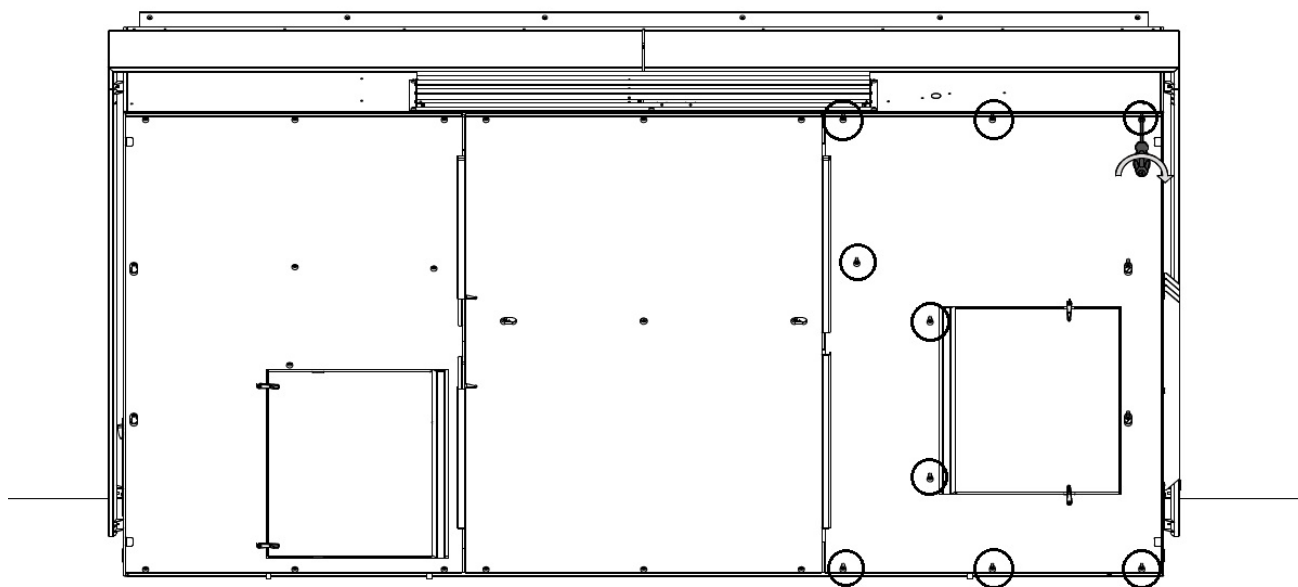
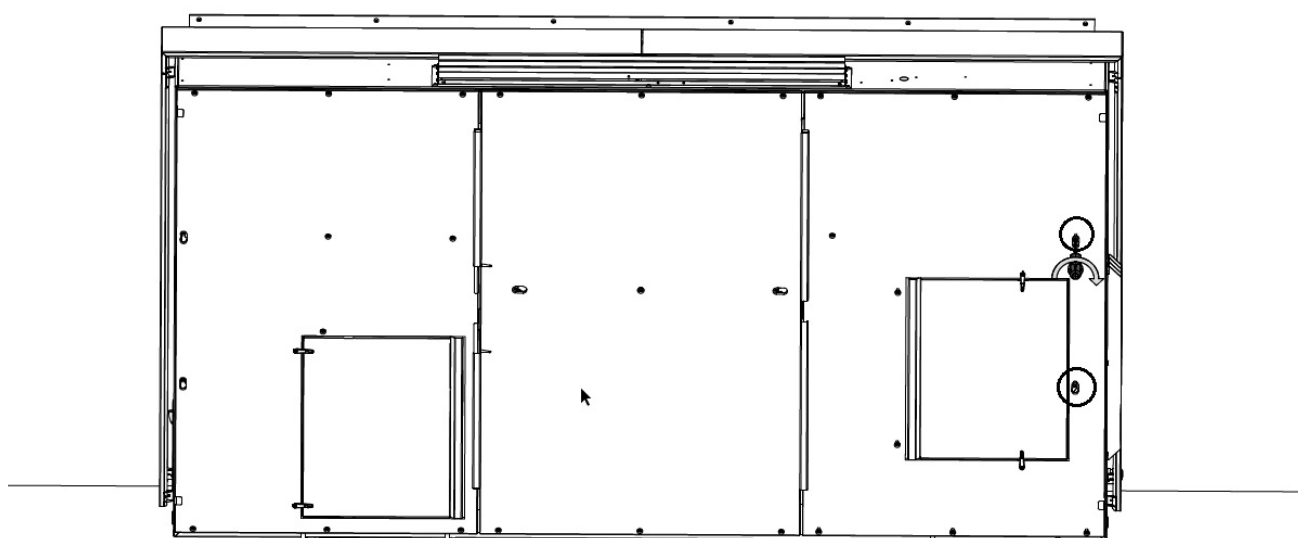

Figur 47: Nøglehul på højre stålplade
Figur 48: Skub stålpladen hen mod væggen
12. Ligesom før løftes pladen helt op og skubbes hen mod væggen for at låse den, se Figur 47 og Figur 48.